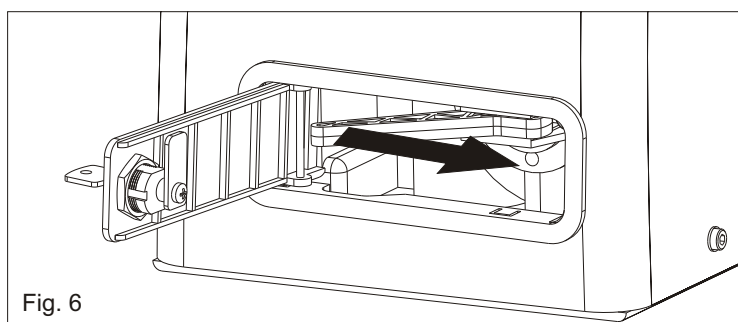

Fig. 6
- Agarrar la manilla de desbloqueo y llevarla completamente a la derecha venciendo la resistencia del resorte interior (Fig. 6).